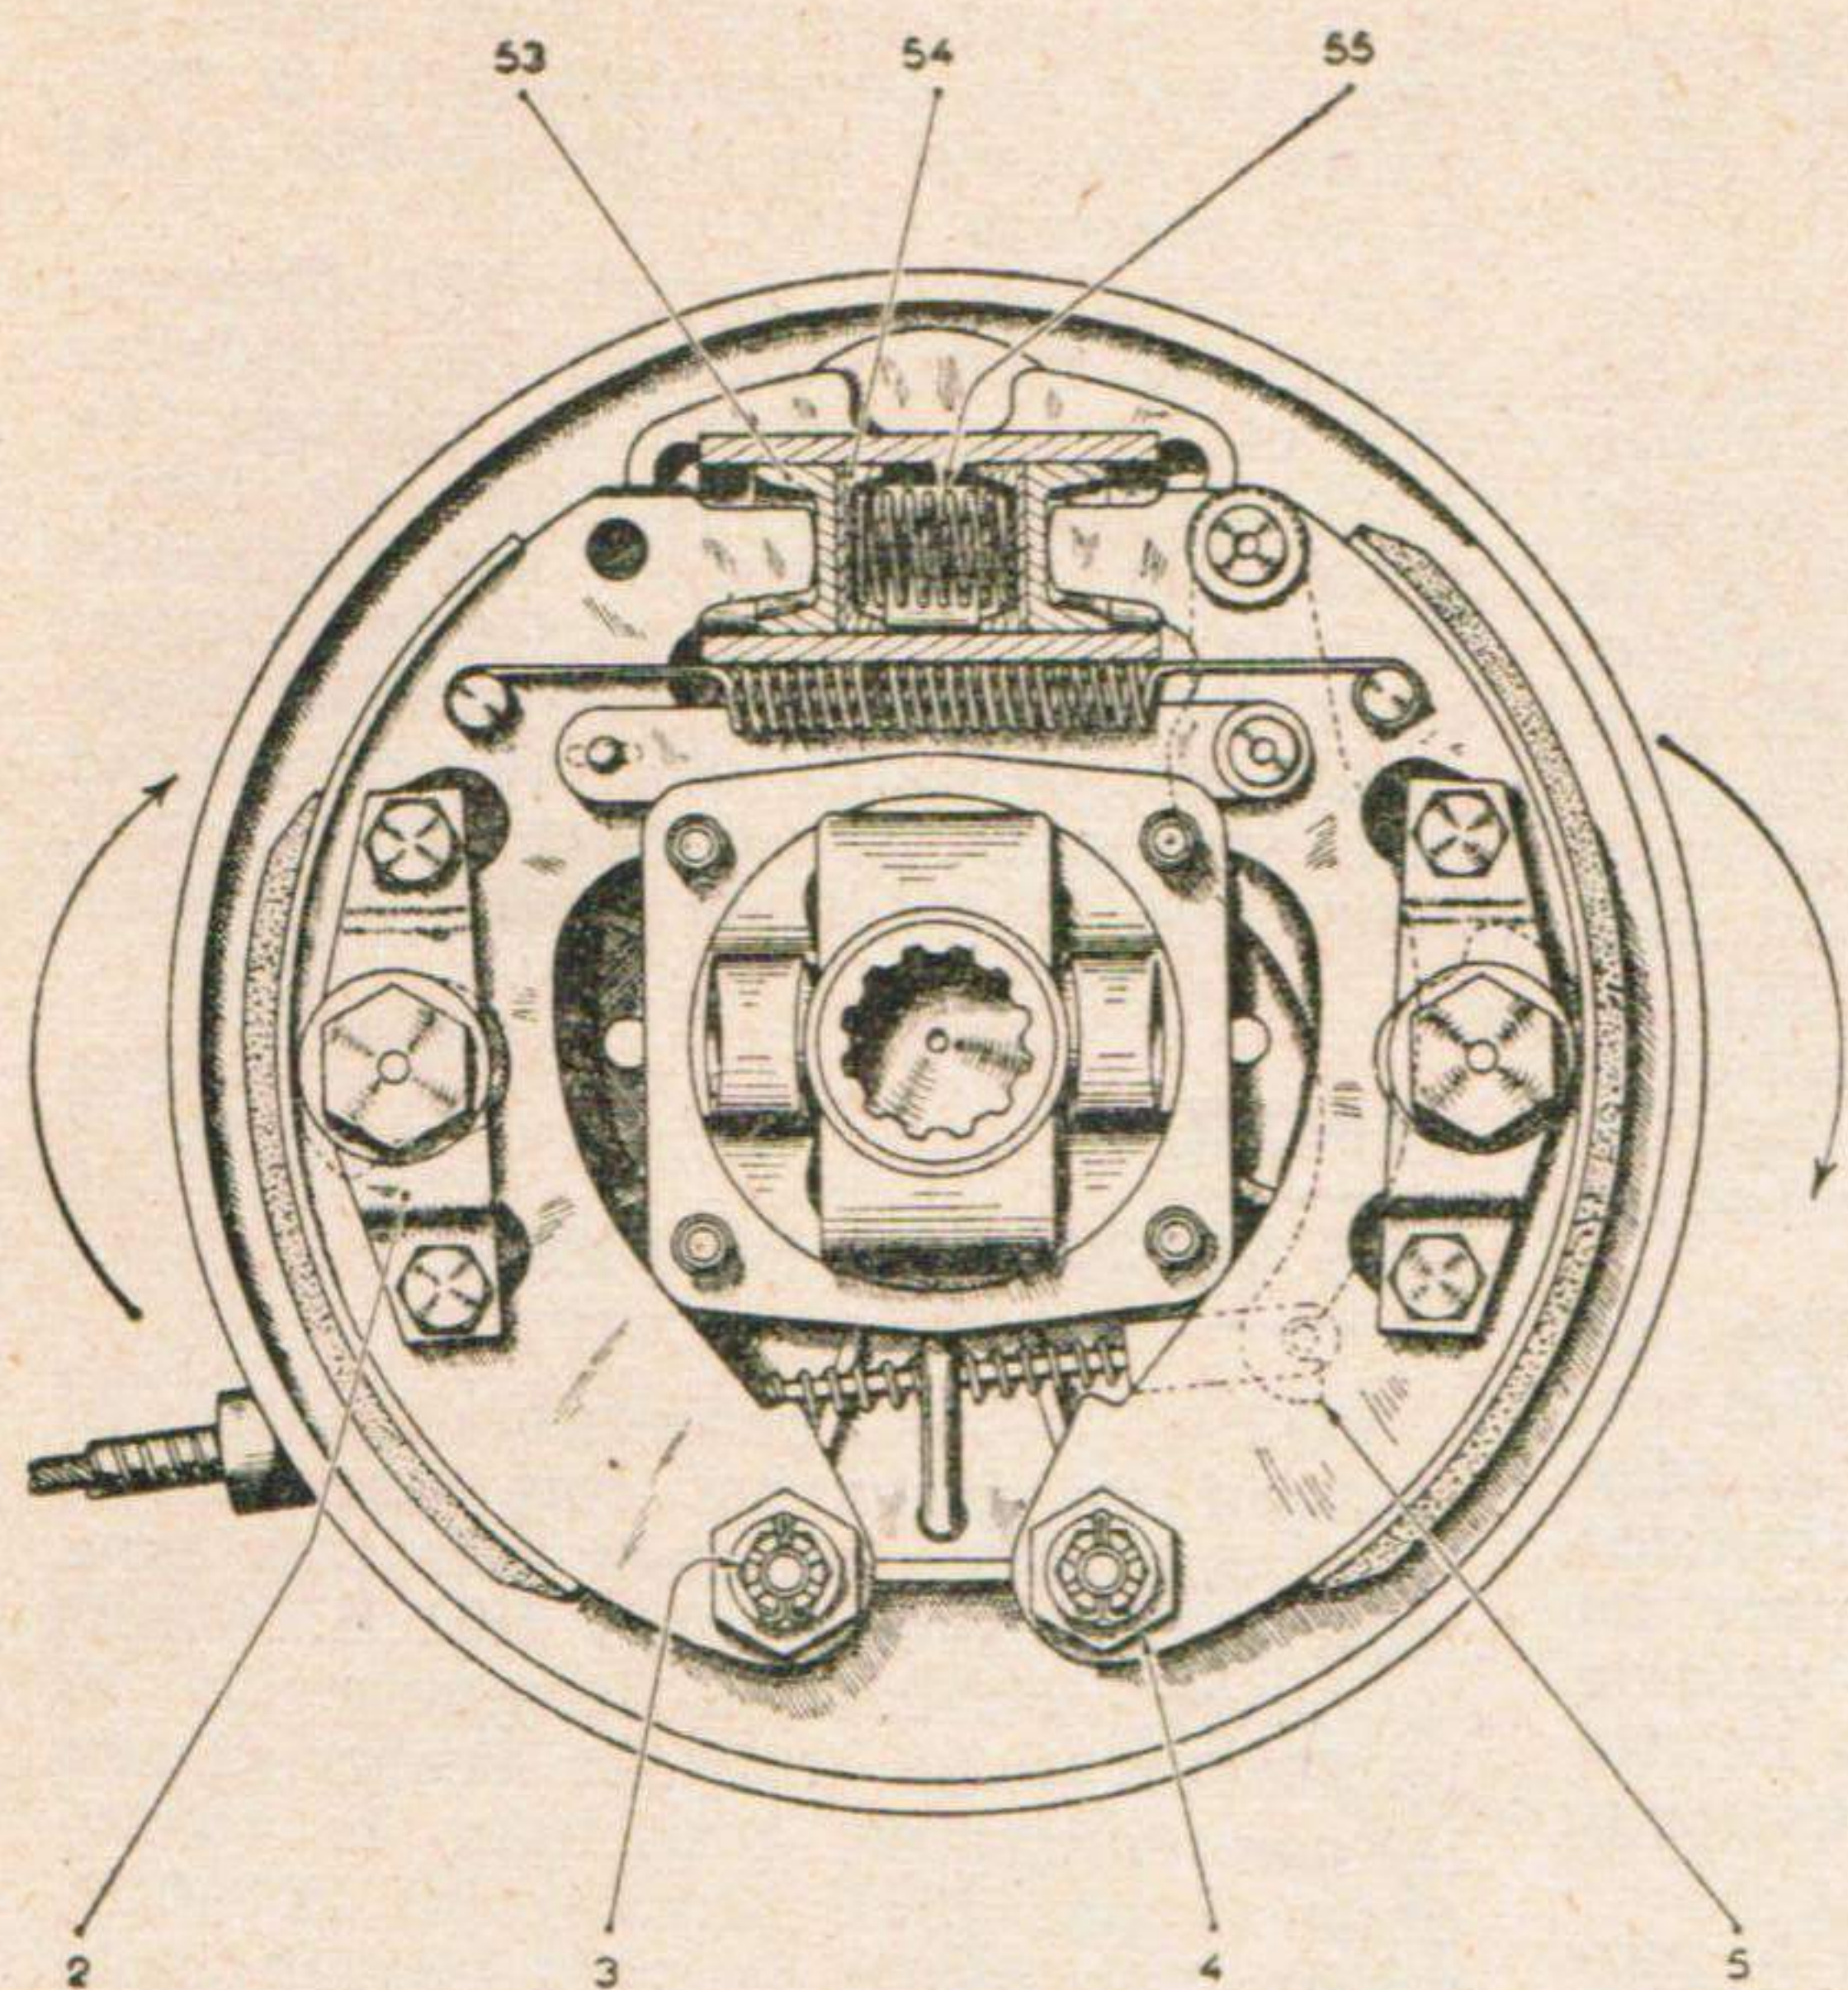

Fig. 45. — Plateau de frein AV
- Tourner l'axe de la came de réglage dans le sens indiqué sur la figure 45, tout en tournant le tambour à la main, jusqu'à ce que le segment entre en contact avec le tambour.
- Poser le bouchon (94).
1° Démonter les pontets (2), (figure 45), supports de cames de réglage et les deux écrous (3) des axes des points fixes. Ne pas égarer les quatre entretoises. Dégager les deux excentriques (4).
- Accrocher le câble de frein au levier de commande mécanique (5) (figure 45). Maintenir en place, avec un doigt, l'extrémité du câble. Ecarter les segments, pour les placer derrière le plateau d'entraînement.
- 5° Placer le câble de frein dans le bossage du plateau formant butée de gaine de câble (le câble de frein doit passer entre le tube du déflecteur d'huile et le plateau (figure 45)).